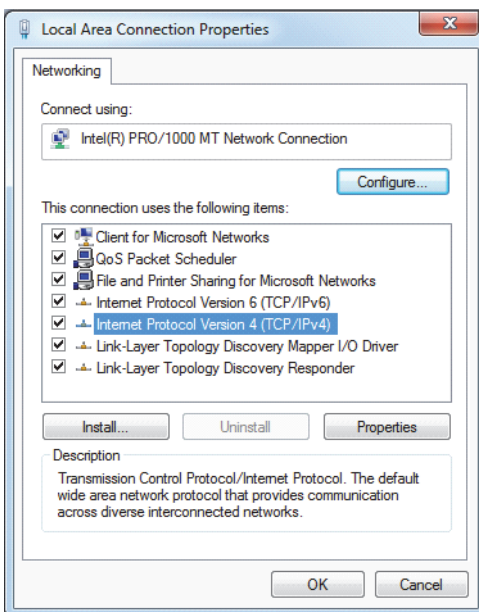

图 7-22 本地连接属性对话框 (Windows 7)
4. 在 **General**（一般）选项卡中，点击 **Properties**（属性）。出现所选连接的属性对话框（参见第 213 页的图 7-22）。